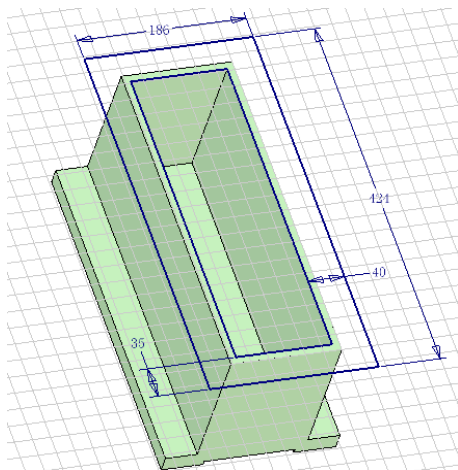

图 9-9 拉伸草图
① 第一次拉伸选择在形成空腔的壳体的上表面新建草图，单击【草图】标签栏【绘图】面板的【矩形】工具按钮，绘制如图 9-9 所示的草图并选择【尺寸】进行尺寸标注。
在创建草图以后，壳体的内外表面都会在草图上自动投影出矩形轮廓，由于壳体外表面的矩形轮廓对后来的造型没有用处，可以任意选择将其删除或者保留，图 9-9 中对其进行了删除，以便于在后来的拉伸中选择截面轮廓。